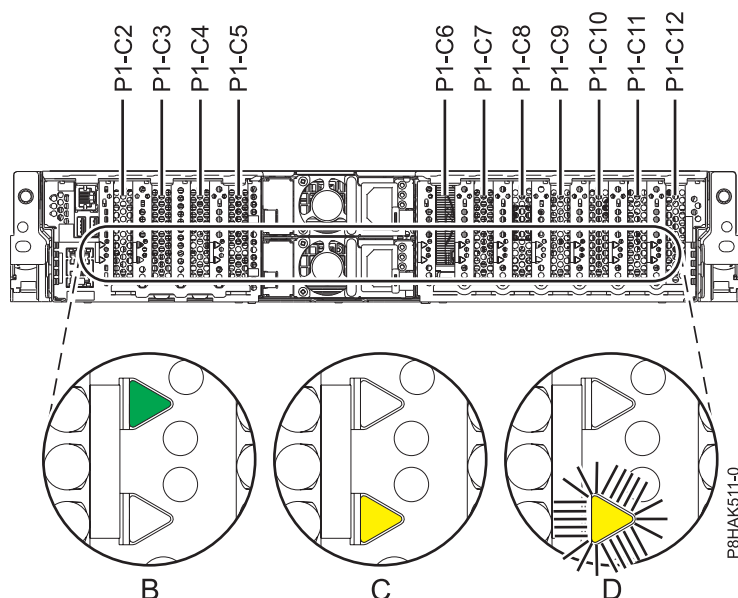

Figura 18. Ubicación de la ranura del adaptador PCIe y de los LED en el sistema 5148-21L, 5148-22L, 8247-21L, 8247-22L, 8284-21A o 8284-22A
1. Familiarícese con las ubicaciones de las ranuras del adaptador PCIe y los indicadores de servicio del adaptador PCIe al que desea aplicar el servicio. Los Adaptadores PCIe se instalan en la parte posterior del sistema. En la La Figura 18 muestra la ubicación de los adaptadores PCIe en un sistema 5148-21L, 5148-22L, 8247-21L, 8247-22L, 8284-21A o 8284-22A y de los diodos emisores de luz (LED) del adaptador PCIe.